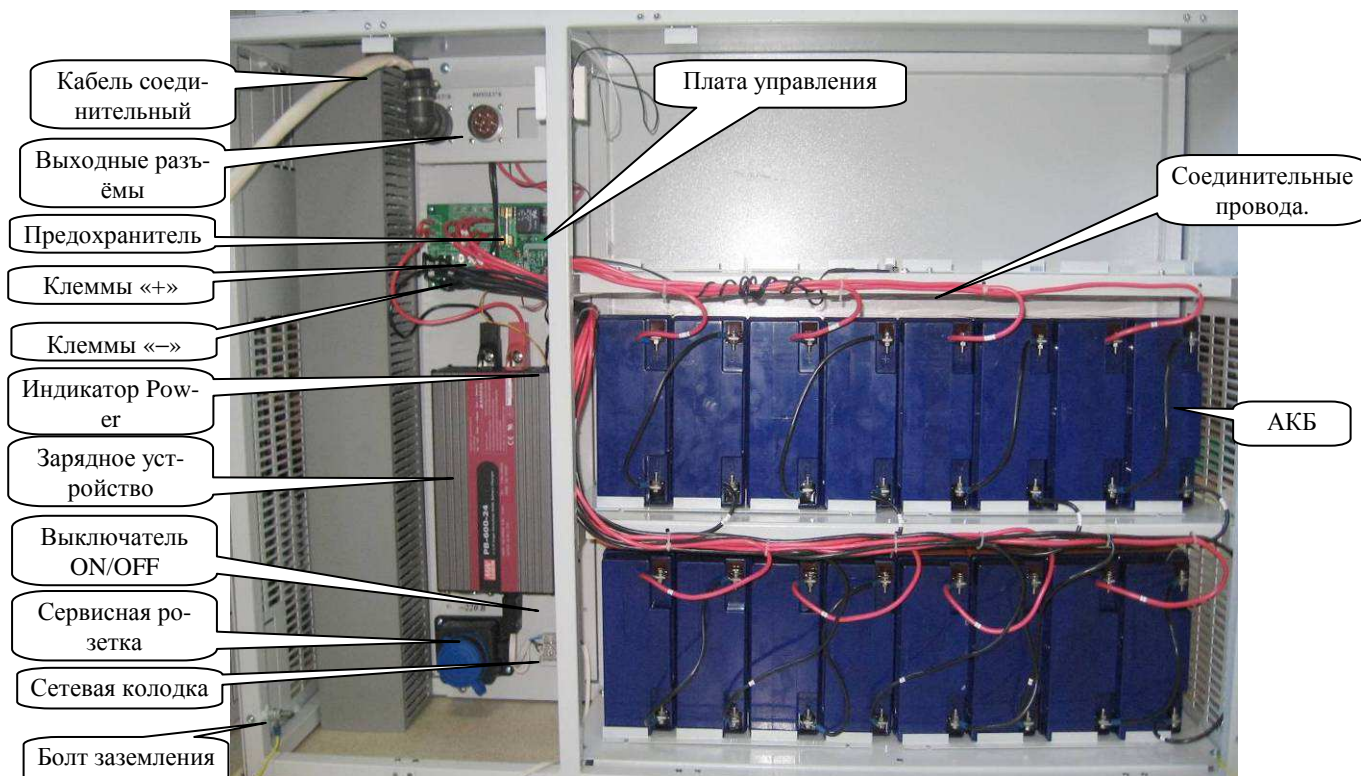

Рисунок 16.2 Вид БРП-24В-144Ач со снятыми дверцами
Перед подключением БРП к сети переменного тока необходимо клемму заземления БРП (рис.16.2) соединить с шиной заземления медным проводом сечением не менее  $2,5 \text{ мм}^2$ . Контактное сопротивление заземления должно быть не более 0,1 Ом. Отключать заземление БРП включенного в сеть переменного тока запрещается.
- Задвиньте аккумуляторы вглубь отсека и зафиксируйте их планками (рис.16.2).
- Подключить сетевой кабель к зарядному устройству (рис.16.2), а затем к сетевой розетке «220 В».